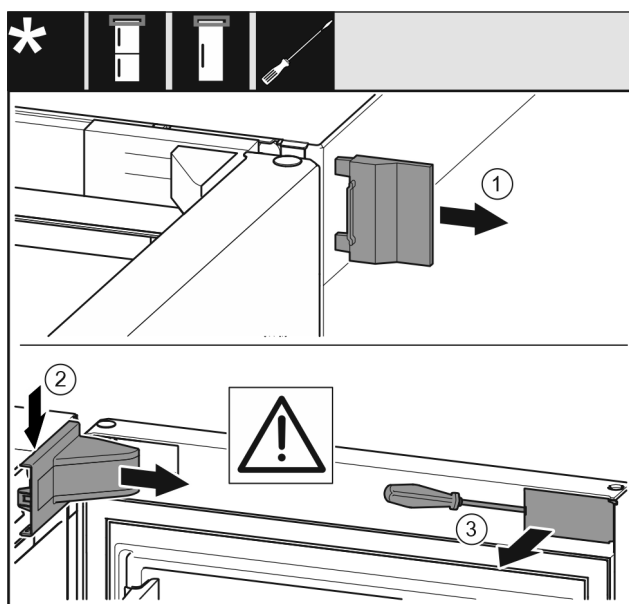

Fig. 6
- ▶ Rimuovere la copertura esterna. Fig. 6 (1)
- ▶ Disinnestare e allentare la copertura del blocco di supporto. Fig. 6 (2)
- ▶ Disinnestare il pannello con un cacciavite a testa a intaglio e ruotarla lateralmente. Fig. 6 (3)